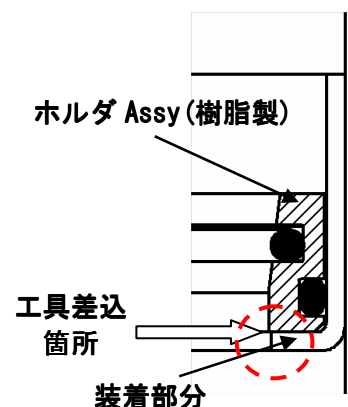

図 3-1. ホルダ Assy 装着部
②装着してあるホルダ Assy (樹脂製) を取外してください。(図 3-1)